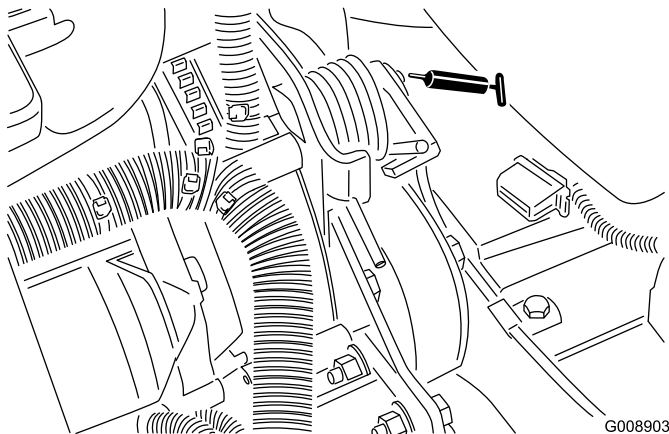

Figura 59
- Perno di tensionamento della cinghia (Figura 59)